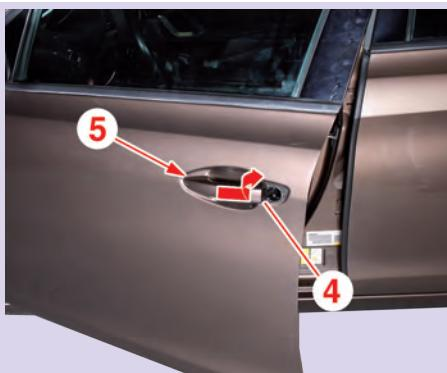
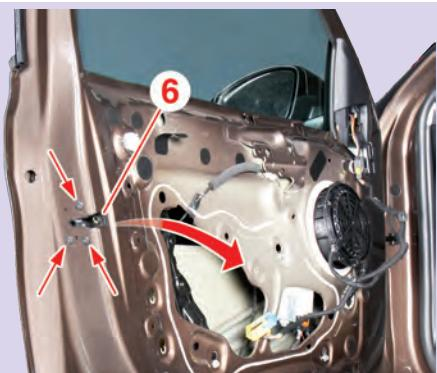

Fig.3
Fig.4
- Déposer (Fig.3) :
- la poignée (4),
- la vis (5).
- Déposer la serrure (6) (Fig.4).